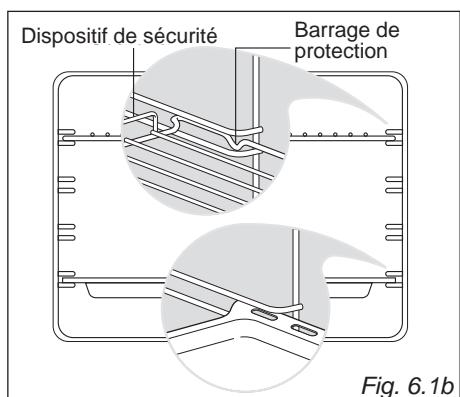

Fig. 6.1b
- Faire glisser sur les guides la grille et la lèchefrite fig. 6.1b.